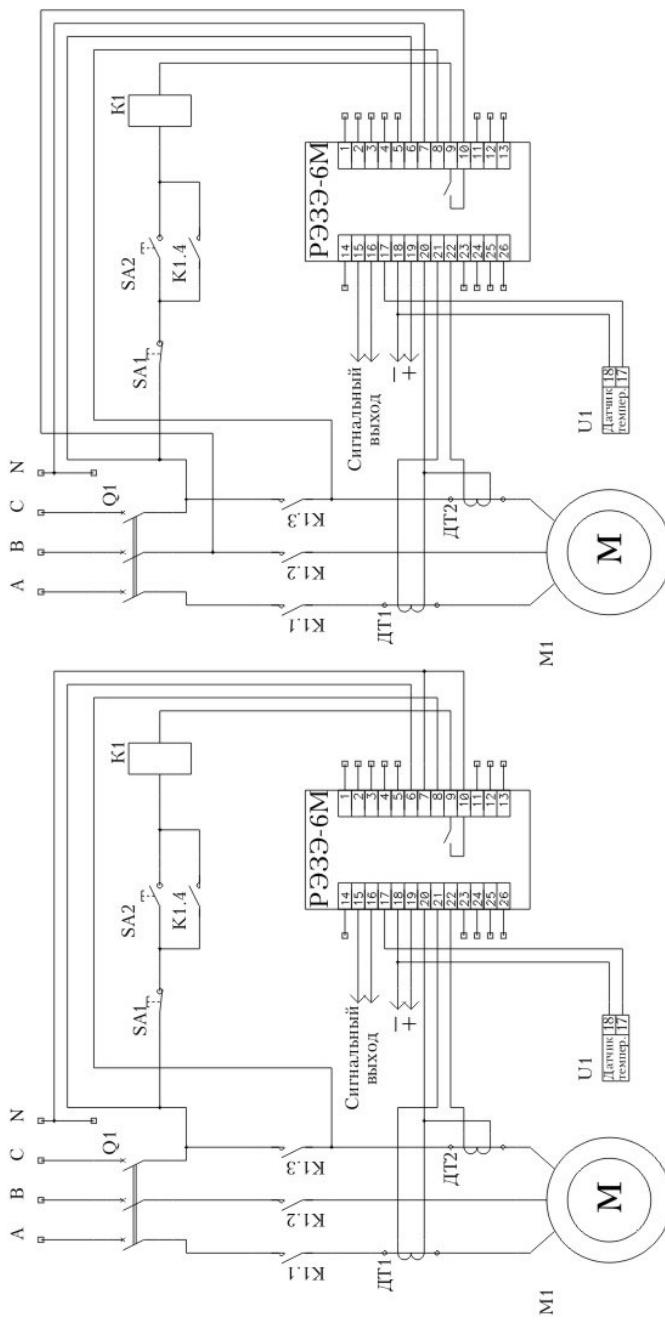

Рис. 6.1. Схемы электрических соединений реле РЭЭ-6М:
6.2.5 Произвести монтаж схемы электрической соединений реле согласно рис. 6.1.